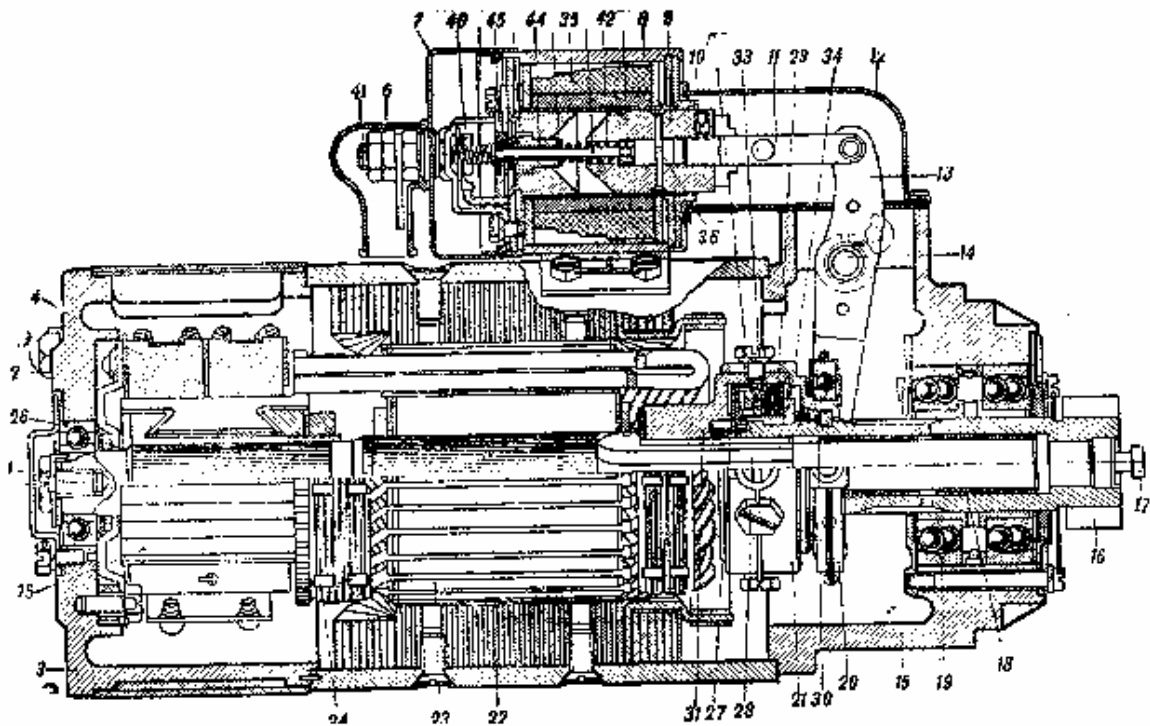

Рис. 149. Продольный разрез стартера СТ-700:
Состоит стартер из следующих основных частей (рис. 149):
Якорь 23 (см. рис. 149) состоит из пакета пластин из листовой стали, имеющего 27 полузакрытых пазов и напрессованного на вал. В пазы заложены секции из шинной меди, изолированные от стенок паза и одна от другой изоляционными прокладками. На лобовые части надеты бандажи 24. На вал насажен коллектор 25 с 27 коллекторными пластинами, изолированными одна от другой и от стягивающих стальных колец миканитовой изоляцией. Нажимные кольца затянуты гайкой. Коллектор напрессован на вал. Секции якоря спаяны с петушками коллектора.
С внутренней стороны крышки коллектора (см. рис. 149) укреплена траверза с четырьмя щёткодержателями и спиральными нажимными пружинами. Одна пара щёток 4 изолировала от массы. При сборке стартера её присоединяют к выводам от катушек возбуждения. Другая пара щёток замкнута через траверзу на массу.
Фрикционная муфта свободного хода 21 (см. рис. 149) служит для отъединения якоря стартера от шестерни после начала работы двигателя. Муфта состоит из пакета фрикционных дисков: четырёх ведущих 29 с наружными выступами и пяти ведомых 33 с внутренними выступами.
После включения пускового реле электрический ток проходит через неподвижный контакт 41 (см. рис. 149) в серийную и шунтовую обмотки реле 35.
С этого момента стартер, развивая полный крутящий момент, начнёт вращать маховик двигателя. Фрикционная муфта свободного хода при этом заклинит бронзовой гайкой 34 (см. рис. 149) с трёхзаходной червячной нарезкой. При передаче усилий от якоря стартера к маховику гайка сожмёт пакет фрикционных дисков и тем самым обеспечит передачу крутящего момента от стартера к маховику.
- а) вдвигают якорь 9 (см. рис. 149) реле до упора и на поверхность его наносят риску А;